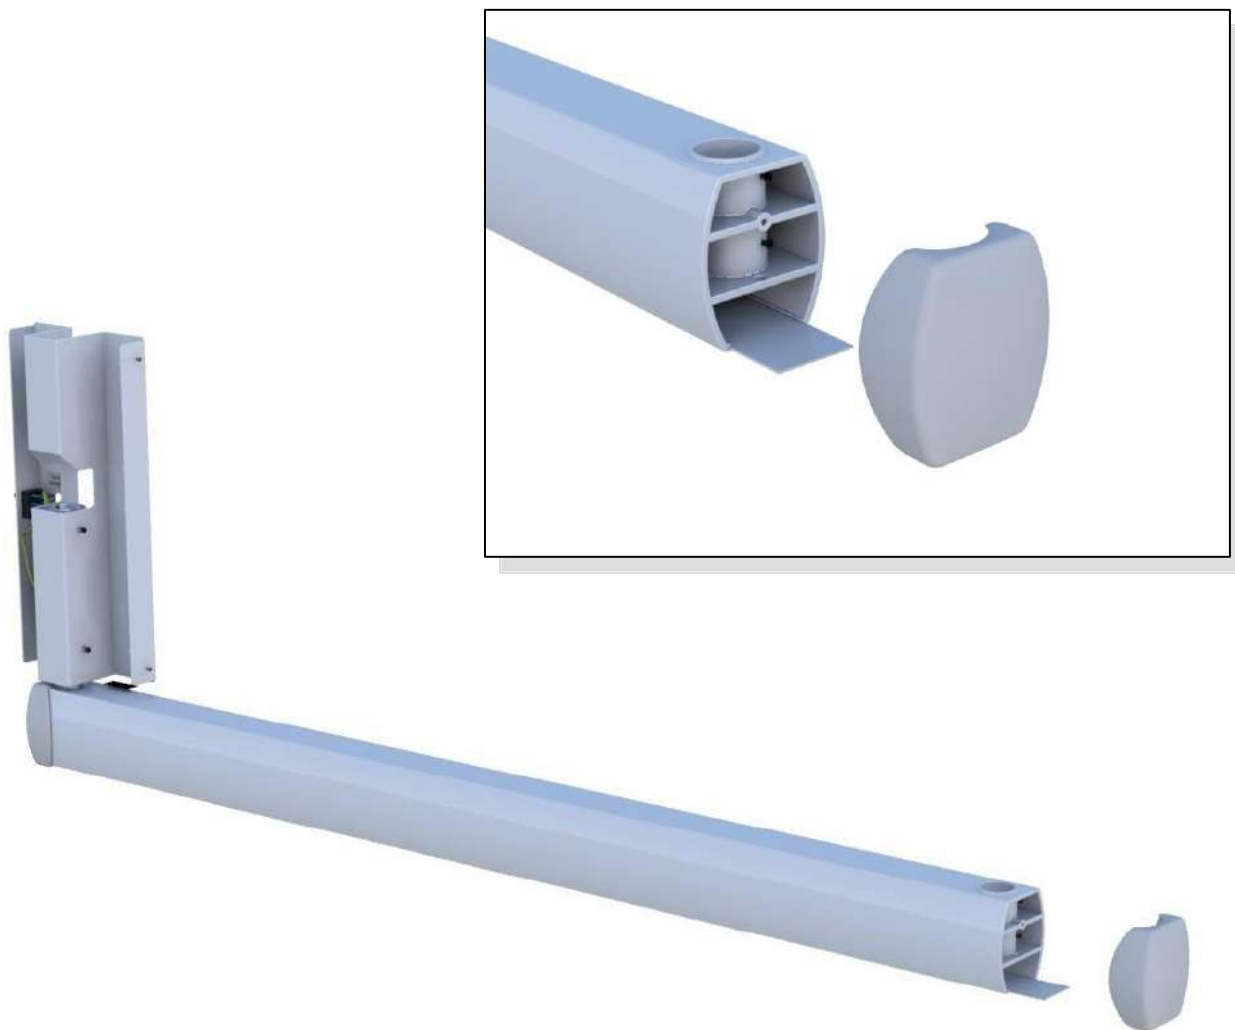

Fig. 4
- ✓ Remontați SEGER, deșurubați capacul frontal și scoateți benzile de acoperire a benzii inferioare (Fig. 4)